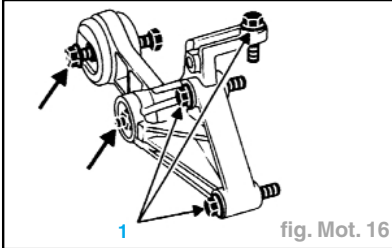

fig. Mot. 16
- la bielle de reprise de couple et le support arrière de boîte de vitesses en (1) pour les véhicules équipés de la BVA (fig. Mot. 16).